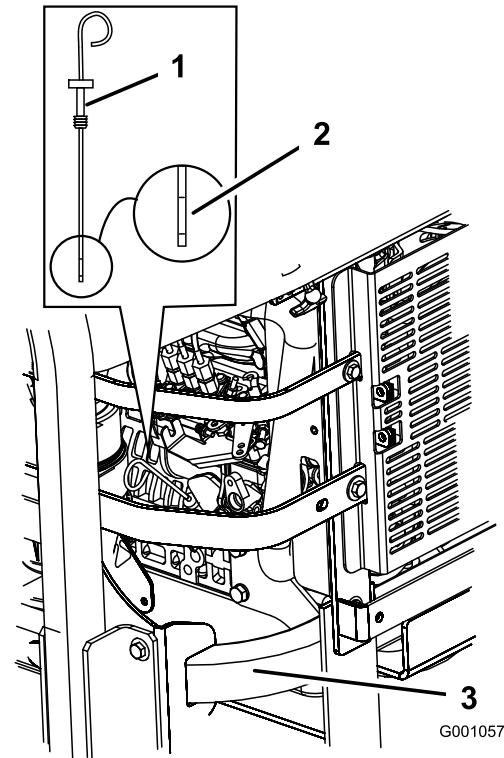

Figure 42
3. Nettoyez la surface autour de la jauge d'huile (Figure 42) pour éviter que des impuretés ne s'introduisent dans le goulot de remplissage, ce qui risquerait d'endommager le moteur.
4. Sortez la jauge d'huile et essuyez soigneusement l'extrémité métallique (Figure 42).
5. Enfoncez la jauge complètement dans le goulot de remplissage. Ressortez la jauge et examinez l'extrémité métallique (Figure 42). Si le niveau est bas, versez lentement une quantité d'huile suffisante dans le trou de remplissage pour amener le niveau au repère du plein.